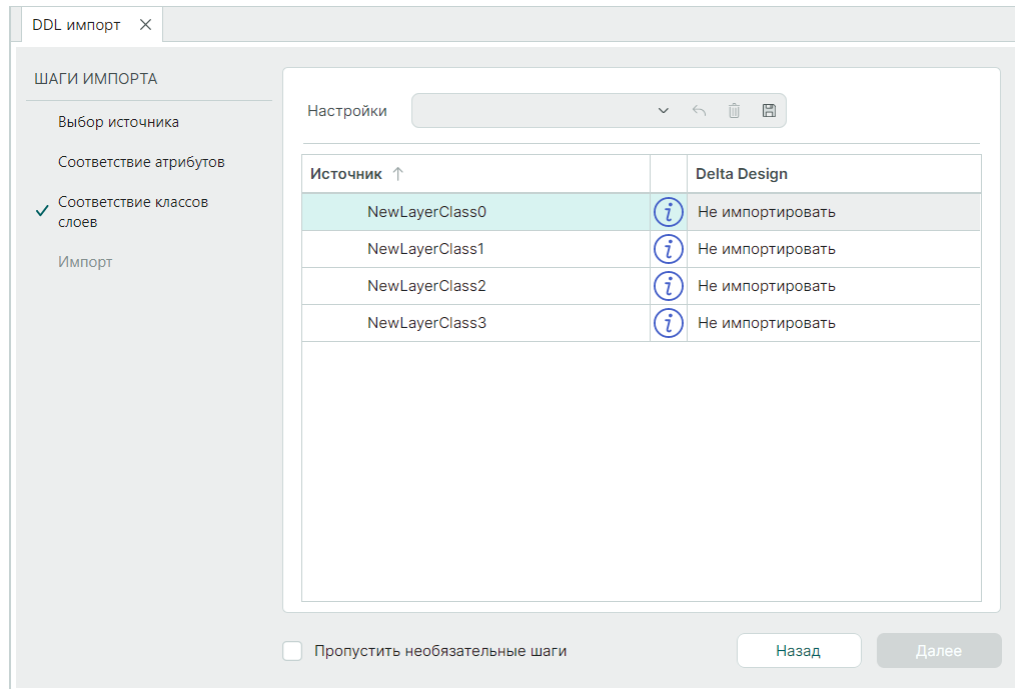

Рис. 25 Таблица соответствия классов слоев при импорте
7. При необходимости укажите соответствие классов слоев, которые использованы в импортируемой библиотеке, см. Рис. 25.